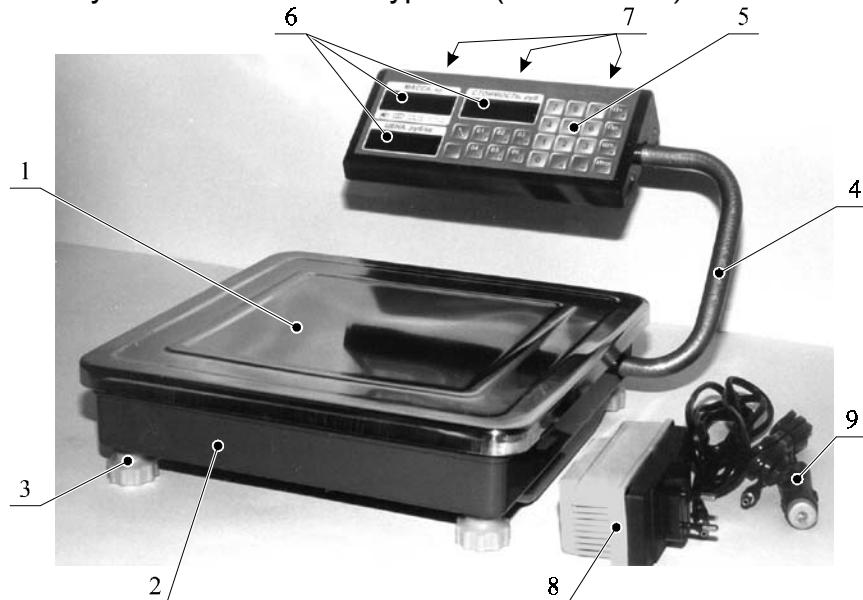

Рис. 1. Общий вид весов типа «Штрих М I»
3.1.1. Весы «Штрих М I» состоят из двух основных частей (см. рис. 1): грузоприёмного устройства 1 (с ввёрнутыми в основание корпуса 2 опорами 3) и табло индикации продавца 6 и покупателя 7 с клавиатурой 5 (на стойке 4).